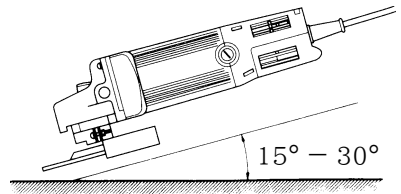

图 1
切勿将砂轮的全表面施加于要研磨的材料上。如图 1 所示，机器应保持 $15 \sim 30^\circ$ ，使砂轮的外缘以最佳角度与工件相接触。
3. 用新砂轮首次进行研磨时，应将角向磨光机由对面横过工件往操作人员这边拉，以免挖人工件(图 1 的 B 方向)。